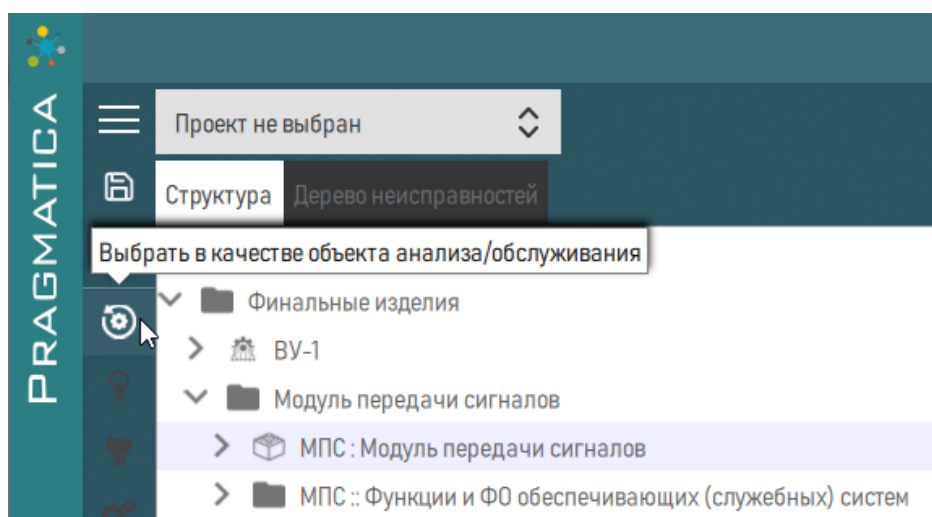

Рисунок 221 – Выбор объекта анализа
1) Определить объект анализа/обслуживания. Для этого выбрать объект, например, ФИ или функциональную систему и нажать кнопку «Выбрать в качестве объекта анализа/обслуживания», расположенную слева на панели (рисунок 221).